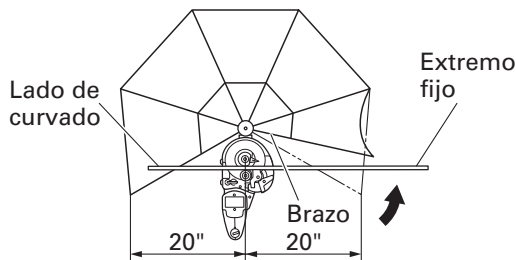

Fig. 21
- Instale el protector de desviación para operar con una longitud de curvado de varilla de 20" (diámetro interior del protector de desviación) o menos, con el fin de proteger a las personas que se encuentran cerca de la cortadora/curvadora contra los fragmentos que podrían salir despedidos durante el curvado. (Fig.21)
(2) Asegúrese de instalar el protector de desviación cuando curve una varilla con una longitud de curvado de 20" (diámetro interior del protector de desviación) o menos, y una longitud de fijación de más de 20". En este caso, mueva el brazo en el lado de fijación, tal como se muestra abajo. (Fig.21).